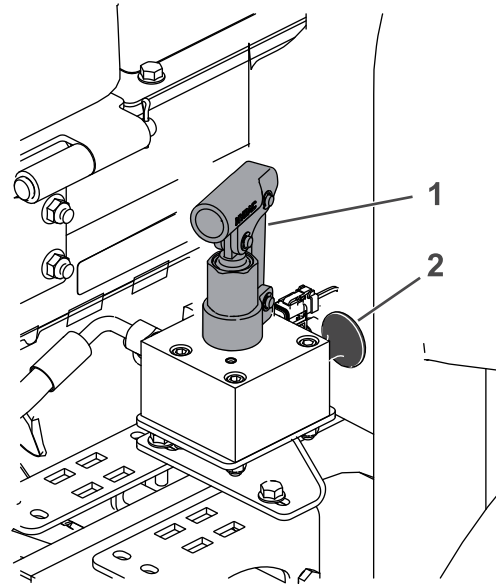

Figura 38
4. Individuate la posizione del collettore di rilascio del freno vicino alla ruota anteriore destra e dietro al serbatoio idraulico (Figura 38).